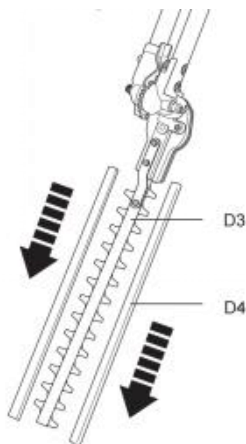

Fig. 23
1) Przed rozpoczęciem pracy należy zdjąć osłony ostrzy (D4) z ostrza (D3) (rys. 23).